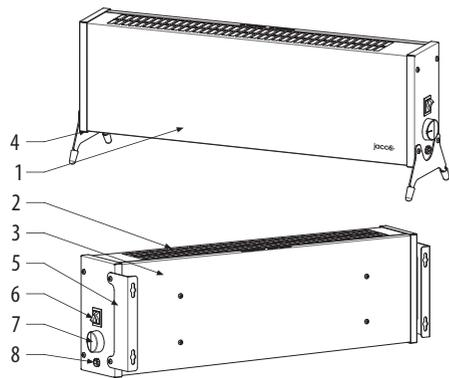

Рисунок 1.
5.1. Конвектор (см. рис. 1, 3) представляет собой металлический корпус, состоящий из передней панели (1) и задней панели (3), внутри которого на шасси расположен электронагревательный элемент (на чертеже не показан). На корпус устанавливаются опоры (4) или настенные кронштейны (5). На боковой поверхности корпуса расположены рокерные переключатели (клавишные выключатели) с подсветкой (6) и ручка термостата (7).